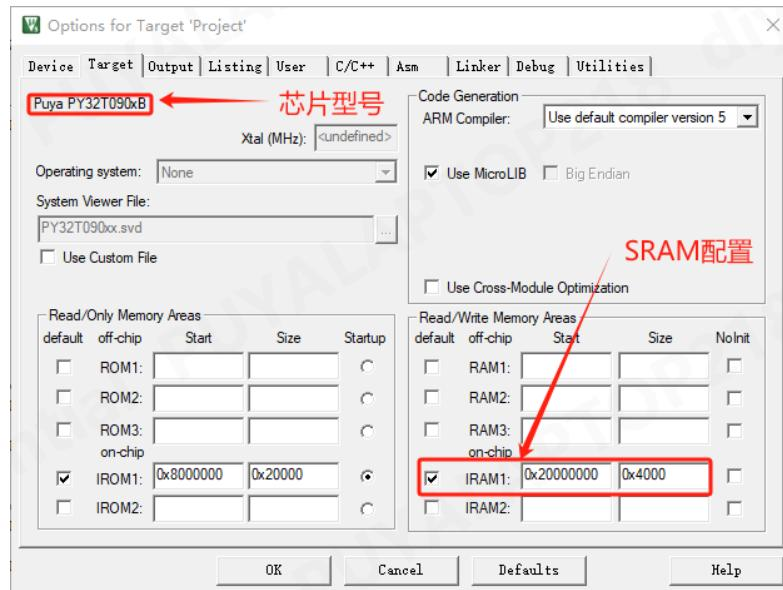

图 1-1
- 建议设置 IRAM 为芯片的 SRAM 起始地址和 SRAM 空间容量。如图 1-1 举例说明，使用 PY32T090xB 系列的芯片时，IRAM 的配置应为该芯片的 SRAM 起始地址和空间容量。PY32T090 系列的 SRAM 空间容量请参考《PY32T090 系列数据手册》表 1-1：